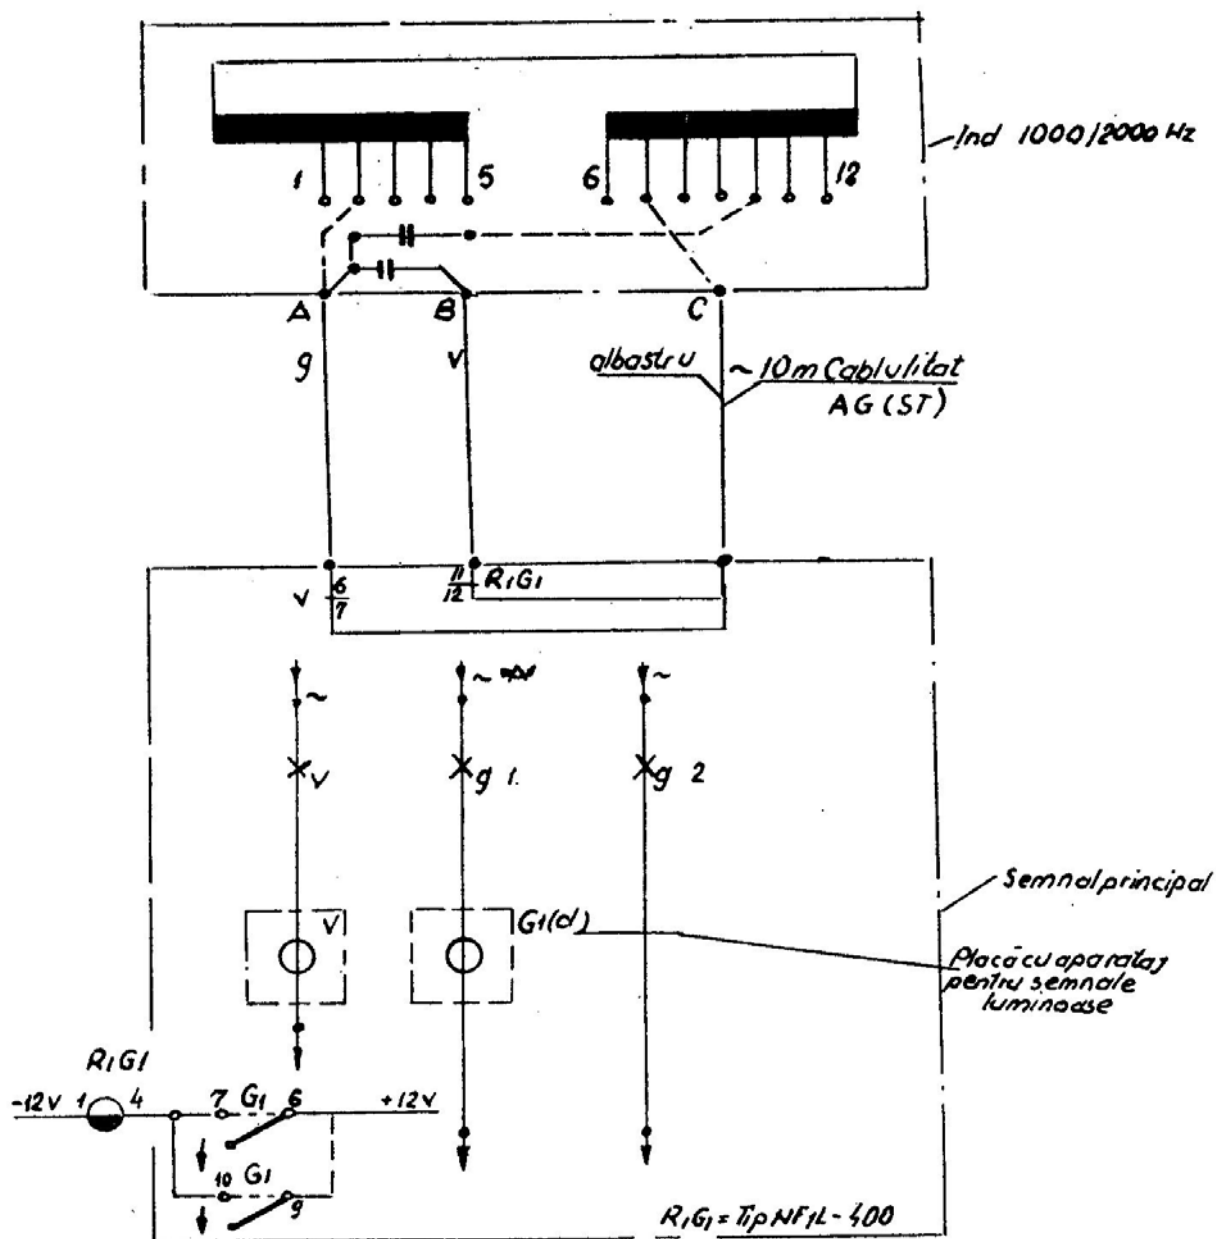

Fig. 65 Schema electrică și conectarea la semnalul de ieșire, cu galben-clipitor, de la linia directă pe secții cu B.L.A.
1) Semnalul de „ieșire” alimentat în curent alternativ de la linia directă, pe secții cu B.L.A. cu galben clipitor, echipat cu inductor de cale de 1 000/2000 Hz (fig. 65).